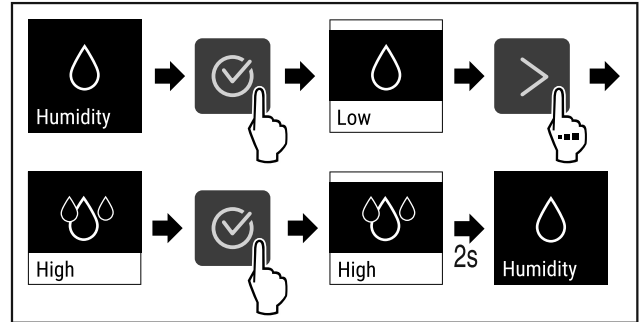

Fig. 94
- ▶ Hajtsa végre a művelet lépéseit (lásd Fig. 94).